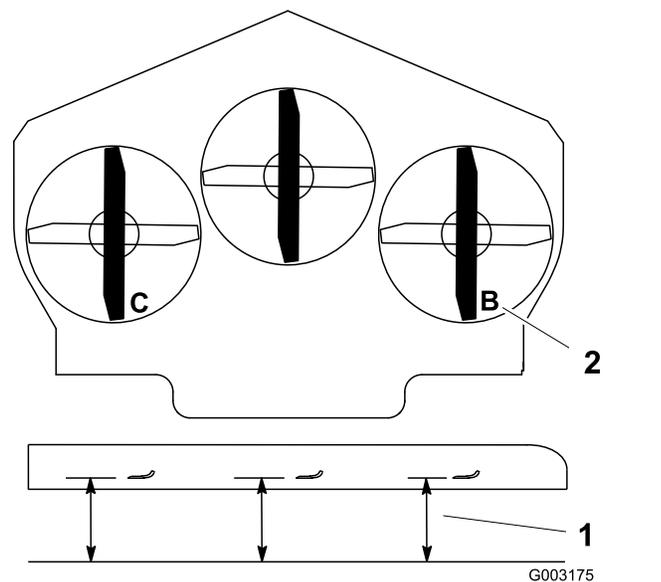

Figura 74
1. Coloque la cuchilla derecha en posición longitudinal (Figura 74).
2. Mida la cuchilla derecha en la posición **B** desde una superficie nivelada hasta el filo de corte del extremo de la cuchilla (Figura 74).
4. Coloque la cuchilla izquierda en posición longitudinal (Figura 74).
5. Mida la cuchilla izquierda en la posición **C** (Figura 74) desde una superficie nivelada hasta el filo de corte del extremo de la cuchilla.